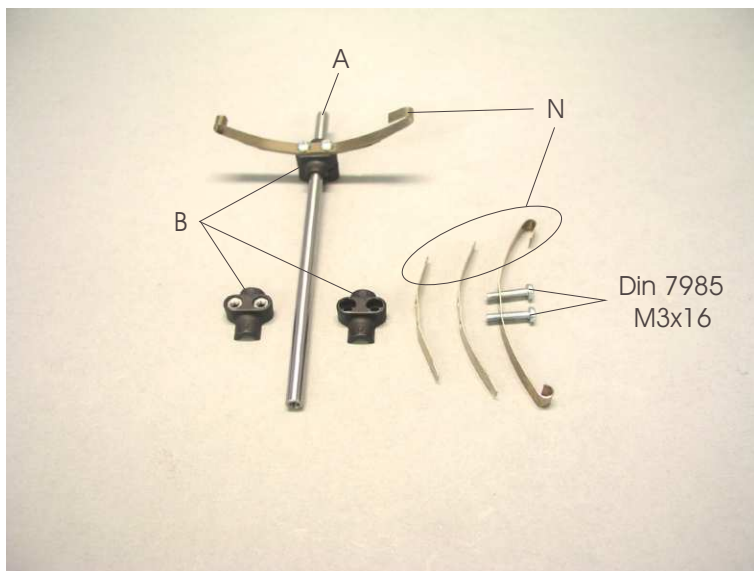

Bild 2
In Bild 2 sehen sie, wie die Achshalter (B) und die Blattfedern (N) mit der Achse (A) verbunden werden. Die Schrauben und U-Scheiben aus dem Blattfederstet (N) benötigen sie später zur Montage der Blattfedern am Rahmen.